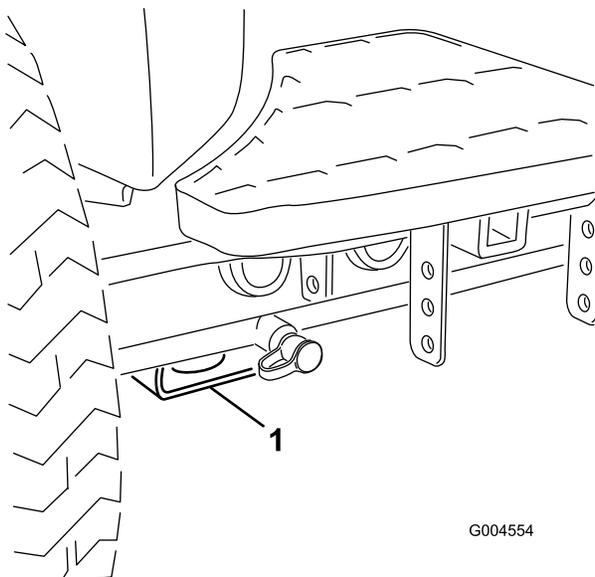

Figura 45
- Delantero – bloque rectangular, debajo del tubo del eje, al interior de cada rueda delantera (Figura 45).